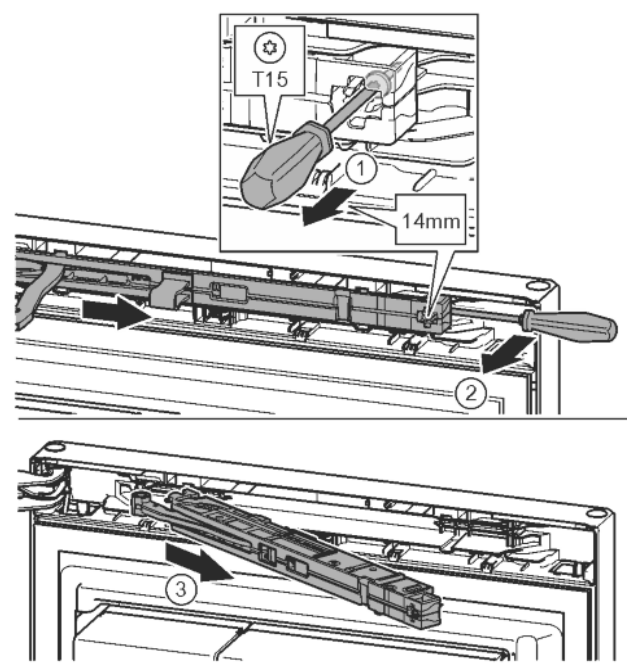

Fig. 11
- Ослабить винт на узле амортизатора с помощью отвёртки T15 примерно на 14 мм. Fig. 11 (1)
- Отвёрткой со стороны ручки переместиться за узел амортизатора и повернуть вперед. Fig. 11 (2)
- Извлечь узел амортизатора. Fig. 11 (3)